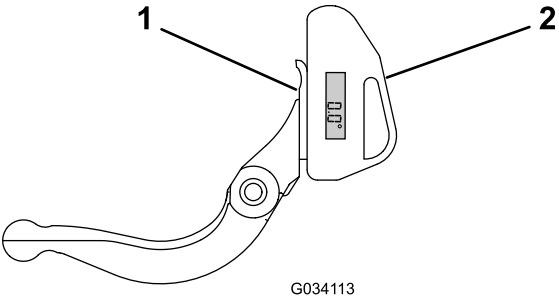

Figura 27
1. Coloque o indicador do ângulo no lado inferior da lâmina de corte, como se mostra em Figura 27.